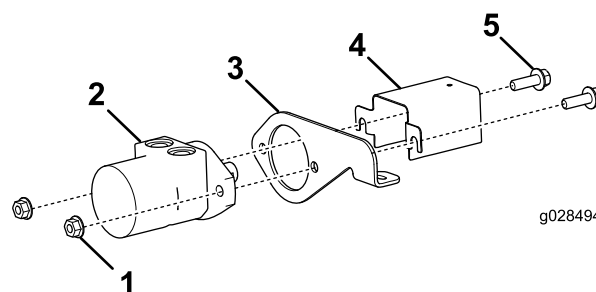

Figure 1
2. Fixez le carter d'arbre et le support de moteur sur le moteur hydraulique au moyen de 2 boulons à embase (1/2 x 1-1/2 po) et de 2 écrous à embase (1/2 po), comme montré à la Figure 1.